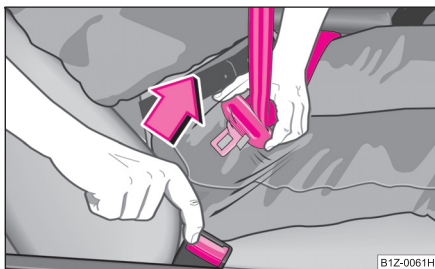

Fig. 136 Eliberarea elementului de prindere din dispozitiv
- Apăsați tasta roșie din dispozitivul de blocare ⇒ fig. 136. Elementul de prindere va sări singur sub acțiunea unui arc.